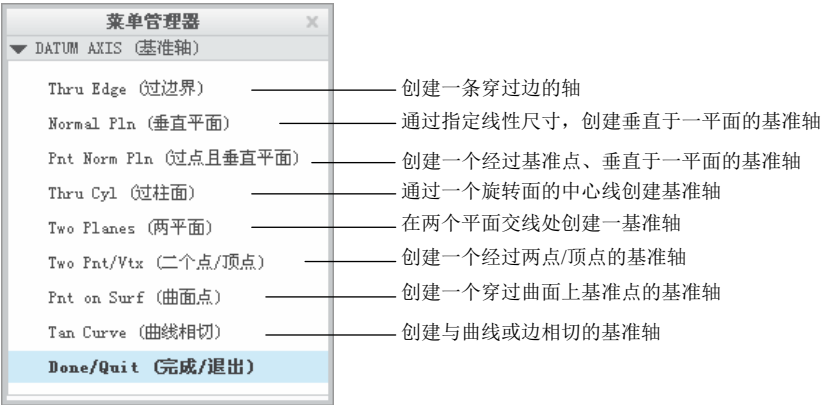

图 10.7.3 “基准轴”菜单
(2) 单击该对话框中的 **定义...** 按钮，在弹出的图 10.7.3 所示的“基准轴”菜